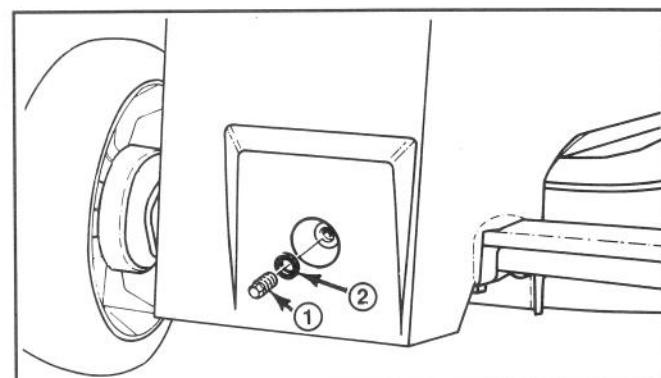

Abbildung 28
5. DEN GETRIEBEÖLSTAND PRÜFEN—Greifen Sie zwischen die Deckplatte und das Getriebegehäuse und reinigen Sie um den Getriebestopfen und die Dichtung (Abb. 28). Entfernen Sie Stopfen und Dichtung. Achten Sie auf Öl das herauströpfst. Tropft Öl heraus, bringen Sie den Stopfen und die Dichtung schnell wieder an, da der Ölstand korrekt ist. Wenn nicht, geben Sie Getriebeöl zu: siehe Schritt 6.